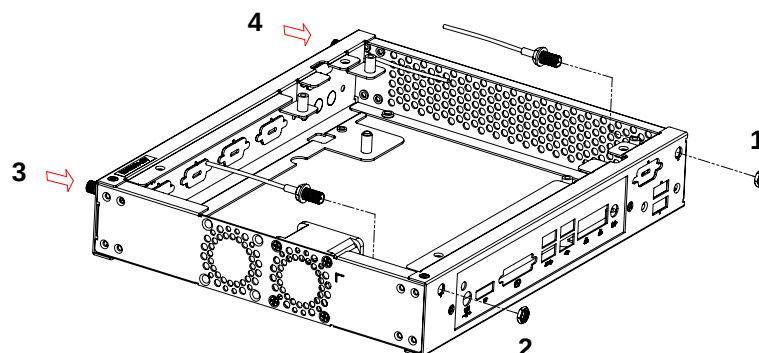

Figure 2.3 Assemble Antenna Cable/ 組裝天線接口線 / 組裝天線接頭連接線
- Figure 2.3 Assemble Antenna Cable/ 組裝天线接口线 / 組裝天線接頭連接線 7